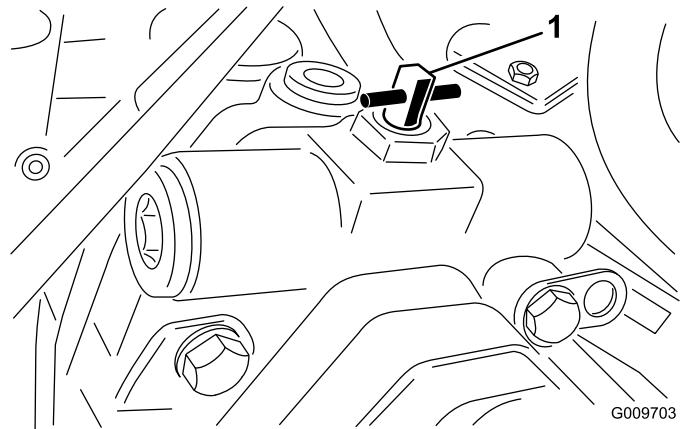

Figura 41
3. Girate la valvola di 90° (1/4 di giro) in qualsiasi direzione per aprirla e consentire al fluido di effettuare il bypass internamente (Figura 41).
2. Girate la valvola di 90° (1/4 di giro) in qualsiasi direzione per aprirla e consentire al fluido di effettuare il bypass internamente (Figura 41).